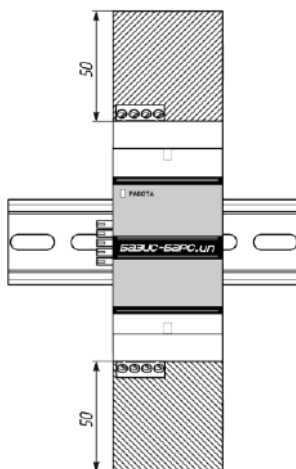

Рис. 8.2. Зазоры при установке Преобразователя в исполнении Блок питания
8.9. Для обеспечения достаточной конвекции Преобразователя в исполнении Блок питания требуется обеспечить зазор сверху и снизу не менее 50 мм от корпуса (рис. 8.2).